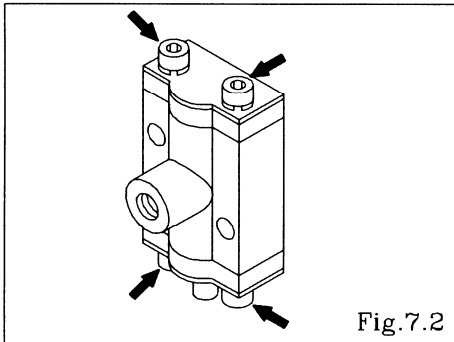

Fig.7.2
- 拆下泵罩辅助板A的2颗安装螺栓，取下泵罩辅助板A、滑阀端盖、复位按钮。〈Fig.7.2〉
- 拆下泵罩辅助板B的2颗安装螺栓，取下泵罩辅助板B、滑阀盖。〈Fig.7.2〉